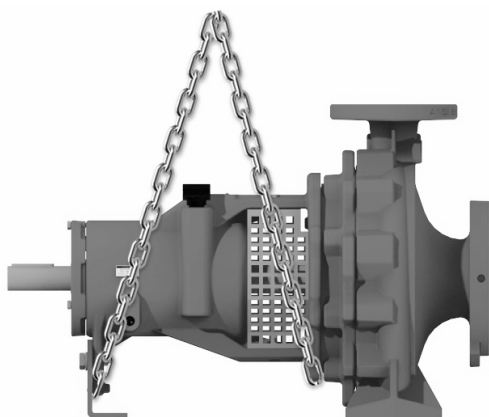

Figura 1A - Içamento da bomba
- O produto deve ser transportado observando as orientações da Figura 1A e 1B. Evite danificar o mancal da bomba transportando-a suspensa por qualquer parte do eixo. Nunca movimente a bomba pela extremidade do eixo.